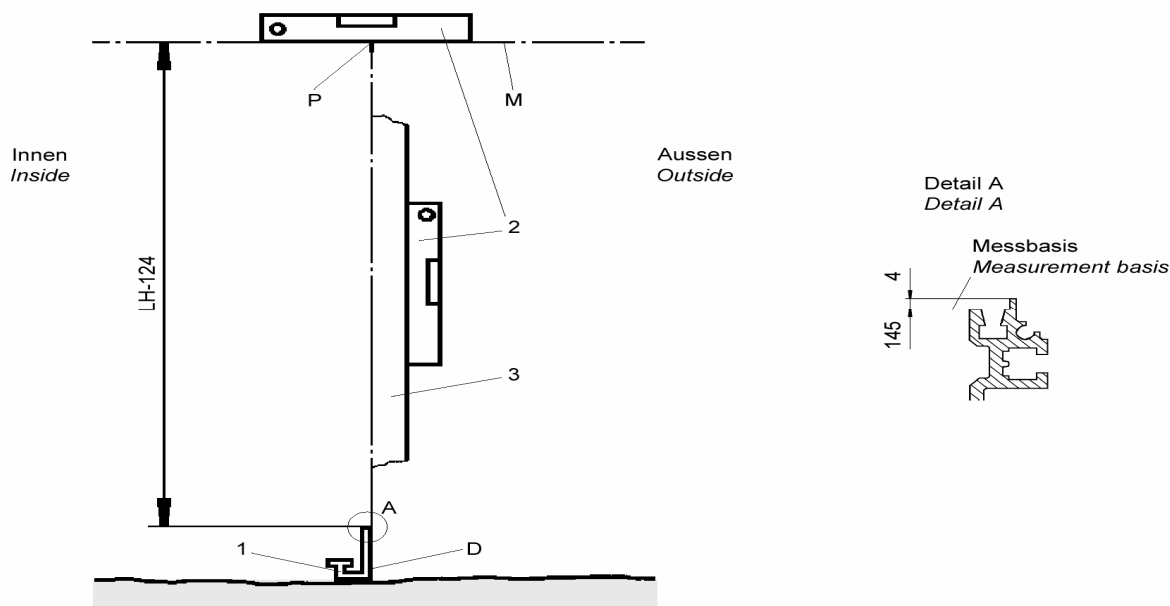

Рисунок 2.9 – Разметка и маркировка линии М и точки Р
На обеих сторонах проема начертить линию М (нижняя кромка стенового (бокового) адаптера) LH – 124, пользуясь уровнем (2) (см рисунок 2.9).
5. С помощью рейки-отвеса (3) на обеих сторонах стены маркировать точку Р.